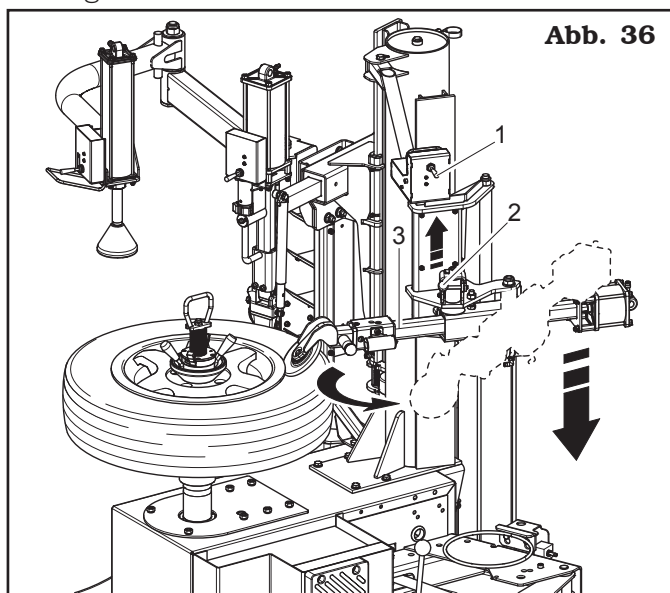

Abb. 36
4. Nachdem das Abdrücken des Oberteils ergänzt wird, befreien Sie die Abdrückrolle aus der Felge beim Anheben des Hebels (**Abb. 36 Pkt. 1**) nach oben. Drücken Sie das Hebel (**Abb. 36 Pkt. 2**). Das erlaubt die Abdrückrolle (**Abb. 36 Pkt. 3**), nach außen sich zu öffnen und außerhalb des Ausmaßes von das Rad zu gehen. Beim Benutzung erneut des Hebels (**Abb. 36 Pkt. 1**), den Arm der Abdrückrolle abwärts bringen, bis er eine niedrige Höhe im Vergleich zu der Reifenhöhe erreicht.